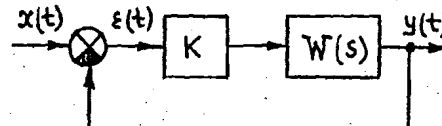

Рис. 26
19. Для системы, изображенной на рис. 26, в случае
21. Для системы рис. 26 наблюдайте изменение ошибки $\epsilon(t)$ и исследуйте характер и установившееся значение $\epsilon(t)$ в зависимости от коэффициента усиления при передаточных функциях следующего вида: